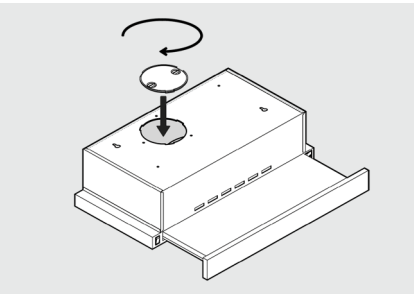

Figura 7.
2. Fije a la campana la tapa de la salida al ducto de ventilación que viene incluida con el producto, girándola en el sentido de las agujas del reloj. (Ver **Figura 7**).